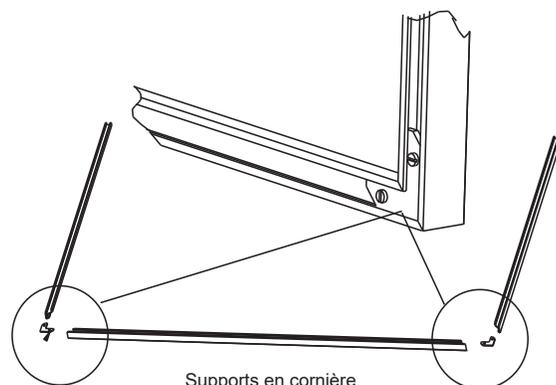

Figure 18.4
4. Visez les supports en cornière en utilisant un tournevis à tête plate (Figure 18.4).